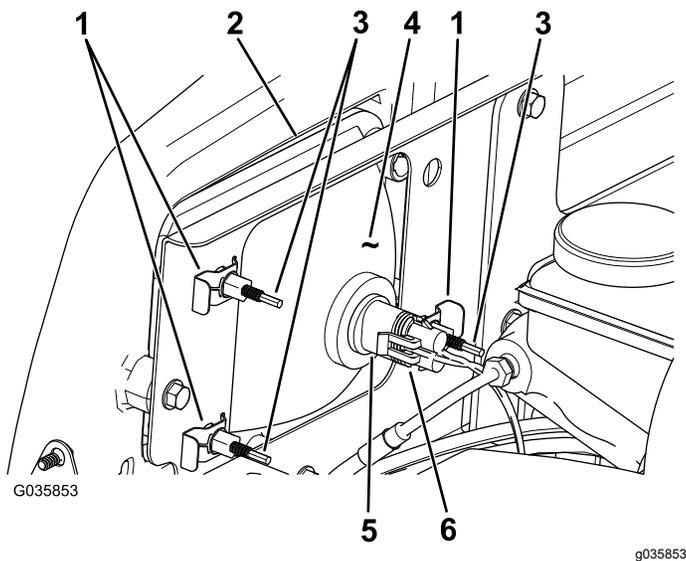

Bild 41
3. Schließen Sie den elektrischen Anschluss für den Kabelbaum vom Lampenanschluss ab (Bild 41).
4. Entfernen Sie die Schellen, mit denen der Scheinwerfer an der Scheinwerferhalterung befestigt ist (Bild 41).
5. Schieben Sie den Scheinwerfer nach vorne durch die Öffnung in der vorderen Stoßstange und entfernen Sie ihn (Bild 41).
6. Setzen Sie den neuen Scheinwerfer durch die Öffnung in der Stoßstange ein (Bild 41).
8. Schließen Sie den elektrischen Anschluss für den Kabelbaum am Lampenanschluss an (Bild 41).
2. Drehen Sie die Einstellschrauben an der Rückseite des Scheinwerfers (Bild 41), um den Scheinwerfer zu drehen und den Scheinwerferstrahl einzustellen.